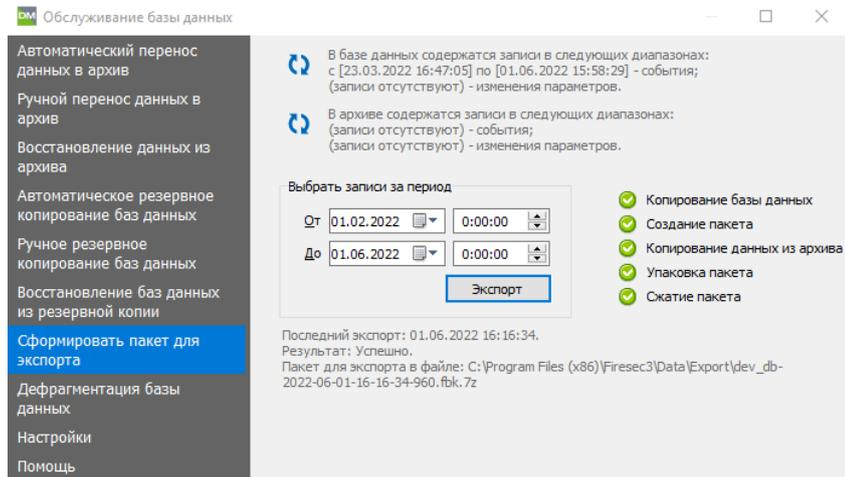

Рисунок 27.12 – Вкладка Сформировать пакет для экспорта
- 1) Перейти на вкладку **Сформировать пакет для экспорта** (рисунок 27.12).